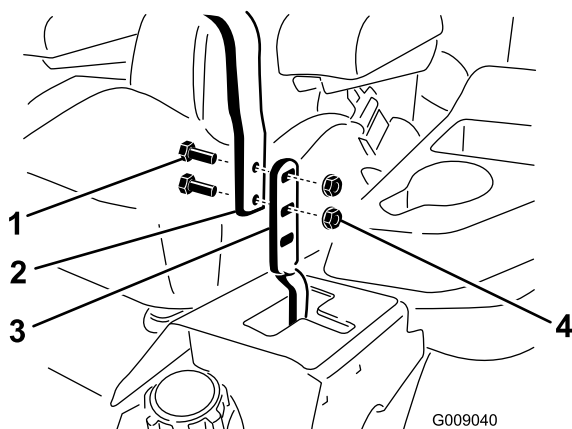

Рисунок 57
3. Ослабьте болты и фланцевые гайки, установленные на рычагах (Рисунок 57).